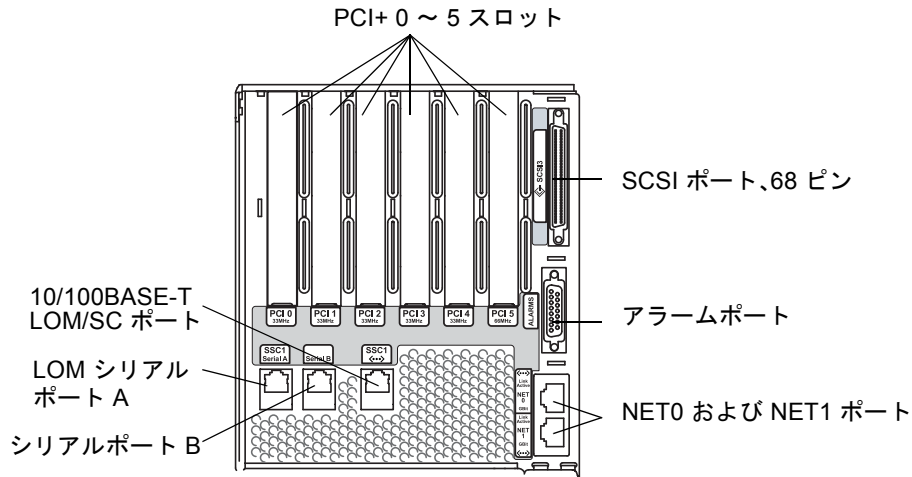

図 1-26 システムコントローラおよび I/O アセンブリの位置
### 1. 管理コンソールを LOM シリアルポート A に接続します (図 1-26)。
1. 10/100BASE-T LOM Ethernet ポートを、選択した管理コンソール (ローカルのハブ、ルーター、またはスイッチ) に接続します (図 1-26)。
1. I/O Ethernet ケーブルの一方の端を NET0/NET1 Ethernet ポートに接続します (図 1-26)。
1. システムコントローラボードのシリアルポートに端末を接続します (図 1-26)。